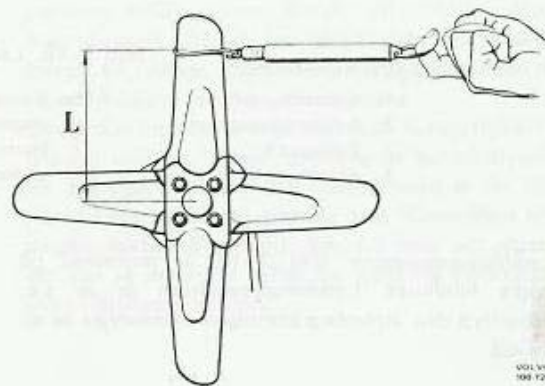

Bild 3-15. Kontroll av remspänning
2. Montera bulten mellan spännjärn och generator samt justera remspänningen. Fläktremmen skall spännas så att remskivan börjar slira vid en dragkraft av 80-110 N (8,0-11,0 kp) anbringad på fläkten, 150 mm från navcentrum. Drag i motorns rotationsriktning och använd en fjädeväg enligt bild 3-15.